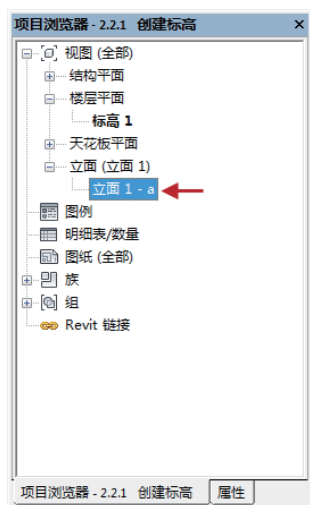

图2-36 显示立面视图名称
- 03 创建立面后，在项目浏览器中新增一个名称为“立面（立面1）”的列表。单击展开列表，显示新建立面视图的名称，如图2-36所示。